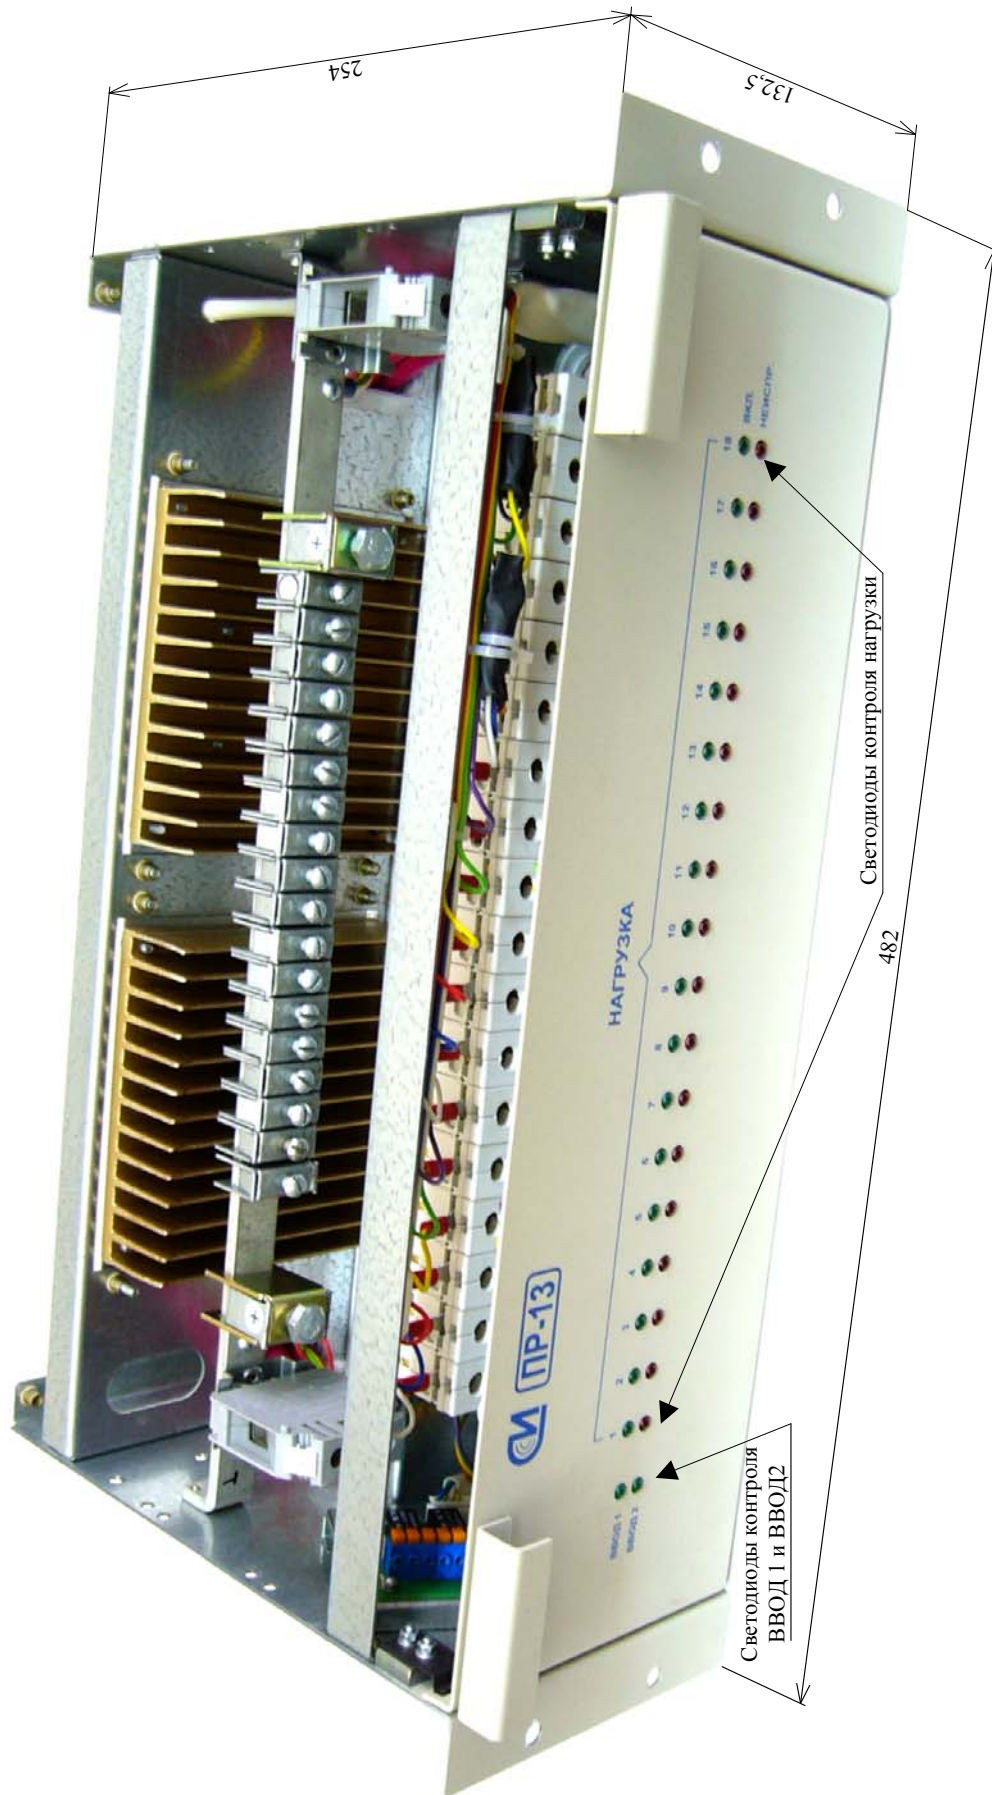

Рис.1 Общий вид и габаритные размеры панели ПР-13.
3.9 Общий вид и габаритные размеры панели ПР-13 приведен на рис.1.
6.1 Конструктивно панель ПР-13 выполнена в виде съемного блока (крейта) прямоугольной формы с присоединительными и установочными размерами, соответствующими ГОСТ 28601-90. Общий вид и габариты панели приведены на рис.1.